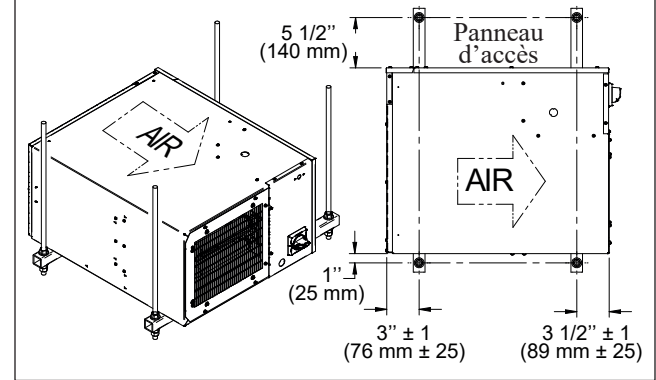

Figure 4
- 6- Cet appareil est approuvé dégagement zéro mais il doit être installé selon les dégagements minimums indiqués (Figure 4) pour garder l'accès au panneau de côté.
- 4- Cet appareil est approuvé dégagement zéro mais il doit être installé selon les dégagements minimums indiqués (Figure 4) pour garder l'accès au panneau de côté.